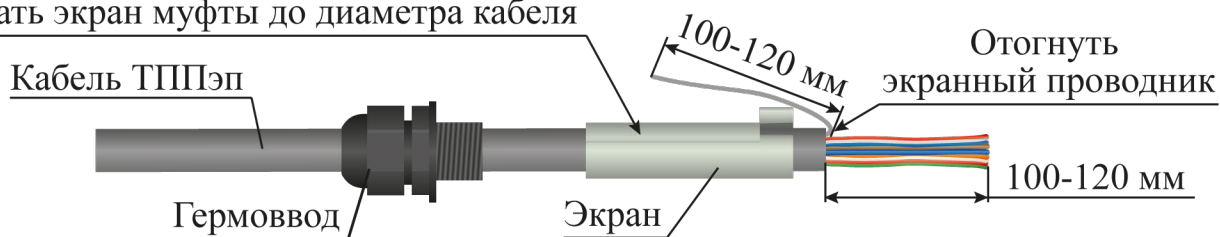

Рисунок 4.17
– надеть на оболочку одной части ремонтируемого кабеля в следующей последовательности: гермоввод, экран муфты соединительной (рисунок 4.17);
– снять оболочку со свободного конца кабеля ТППЭп (с кабеля ТППБэп снять белую и черную оболочки) длиной 100 - 120 мм (рисунок 4.17);
– экранирующий проводник отвести в сторону (рисунок 4.17);